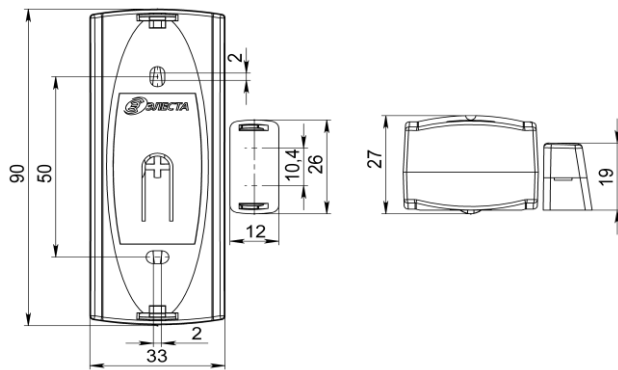

Рисунок 4. Габаритные размеры ИОБ
ИБ состоит из крышки (1), установленной в ней печатной платы (2), и основания корпуса (3). На основании корпуса (рис. 4) расположены:
- два отверстия для крепления на плоскость охраняемого помещения (4),
- два вскрываемых отверстия для ввода проводов (5),
- клавиша Датчика Вскрытия / Отрыва (В/О) (6).
Разметить и подготовить отверстия под ИБ в неподвижной части охраняемой конструкции в соответствии с установочными размерами (рис. 4).
Разметить и подготовить отверстия под ЗБ в подвижной части охраняемой конструкции в соответствии с установочными размерами (рис. 4).